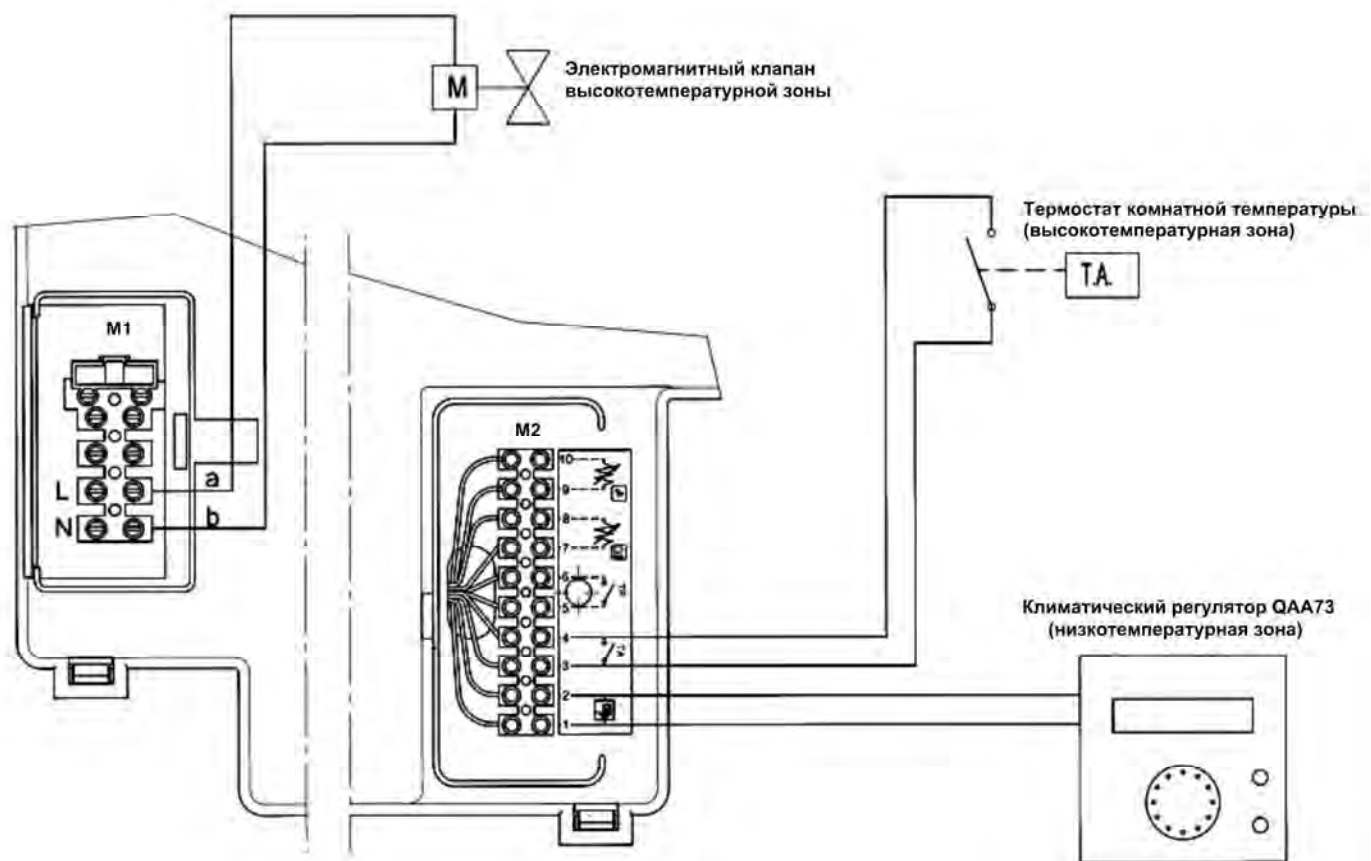

Рис. 5
- Климатический регулятор QAA73 должен быть подключен к клеммам 1-2 клеммной колодки M2 (см. рис.5).
Убедитесь, что между контактами 1-2 и 3-4 клеммной колодки M2 есть перемычка (см. рис. 5).